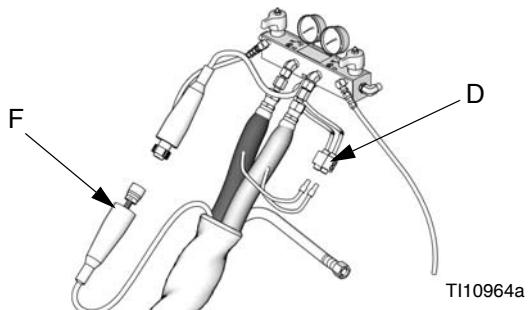

Рис. 8. Шланг с подогревом
- Отключите соединитель (D) шланга от дозатора Дозатор Reactor (см. Рис. 8).
- С помощью омметра проверьте целостность электрической цепи между двумя выводами соединителя (D). Цепь не должна быть разорвана.
- Отключите кабель (F) датчика температуры жидкости от дозатора Дозатор Reactor (см. Рис. 8).
- Снимите ленту и защитную оболочку с датчика температуры жидкости (21) [см. Рис. 8]. Отсоедините кабель (F) шланга. Проверьте контакты соединителя кабеля с помощью омметра.